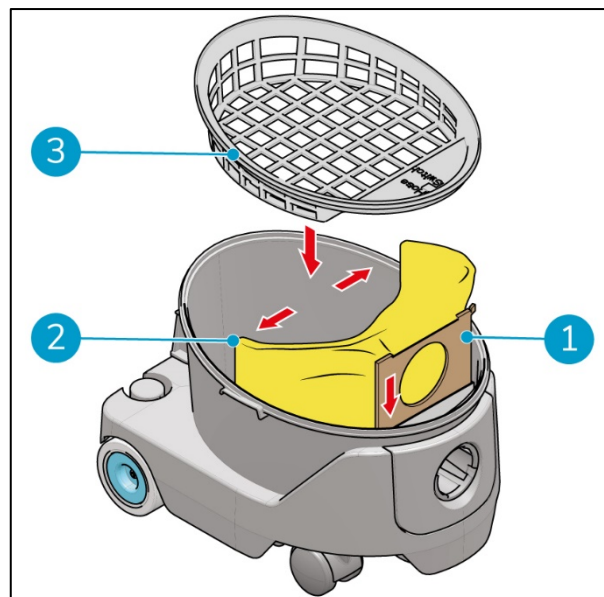

Figura 11
11. Far scorrere il colletto del cartone del nuovo sacchetto filtro (Figura 11, pos 1) negli slot per inserire completamente il sacchetto per la polvere.
12. Aprire il sacchetto per la polvere (Figura 11, pos 2).
13. Riposizionare il sacchetto filtro (Figura 11, pos 3).